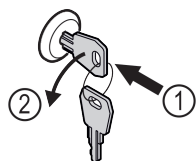

Fig. 131
- ▶ Inserire la chiave. Fig. 131 (1)
- ▶ Ruotare la chiave di 90° in senso antiorario. Fig. 131 (2)